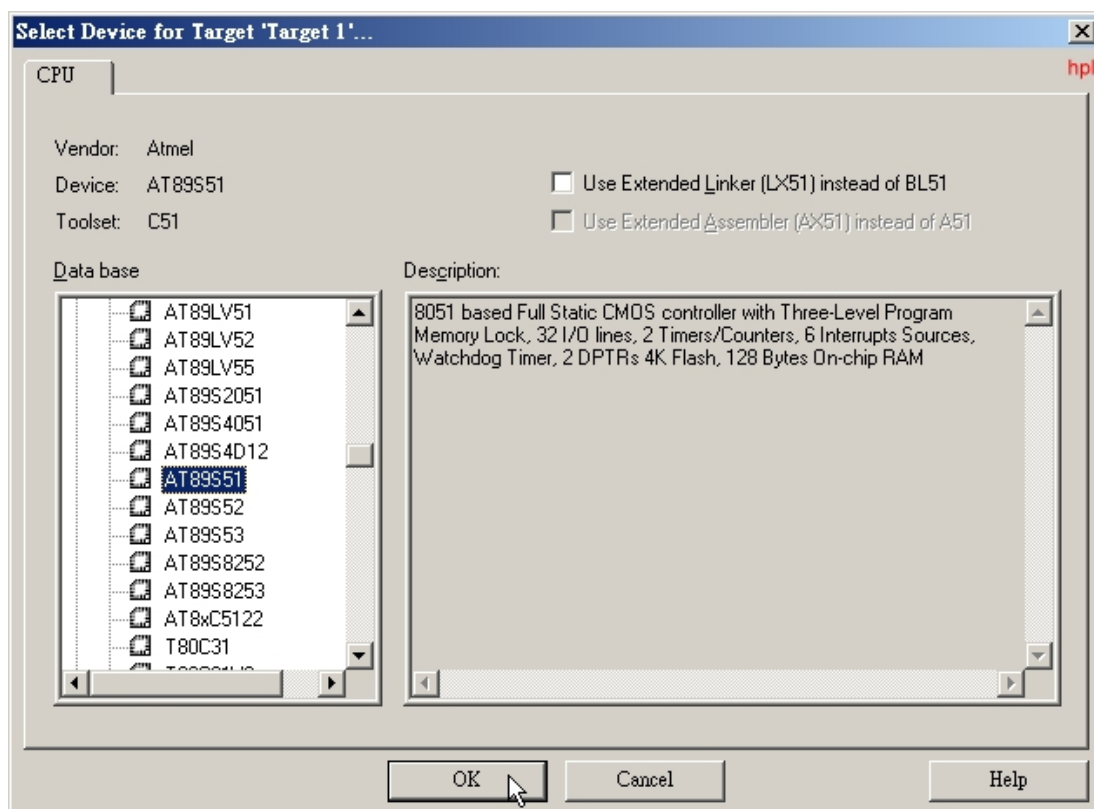
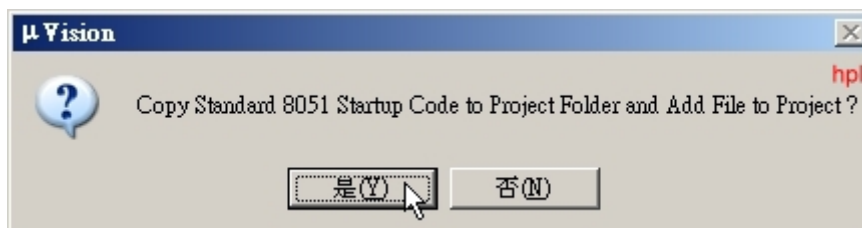

图 1-6 选取芯片型号
图 1-7 询问是否需要加入 8051 启动
(2) 选择所要的单芯片型号，这里选择常用的 Atmel 公司的 AT89S51。目前 Atmel 已经停产 AT89C51/AT89C52，改由 AT89S51/AT89S52 来取代之。AT89S 系列较 AT89C 系列更为便宜，工作频率可高达 33 MHz，且重复烧录次数至少可达一千次以上，非常适合学校学习或工程师开发产品之用。所以本讲义里的大部分程序都是基于此 AT89S51 芯片的，此时屏幕如图 1-6 所示。在右边图中的“Description”方块内，会简单的介绍 AT89S51 有什么功能及特点。点选 OK 按钮后，会出现图 1-7，询问你是否需要拷贝标准的 8051 启动码程序(STARTUP.a51)到你的项目资料夹，并且将此档案加入项目“Copy Standard 8051 Startup Code to Project Folder and Add File to Project”，点选“是”后，就可以进行程序的编写了。